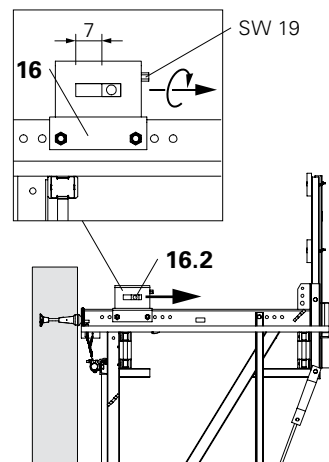
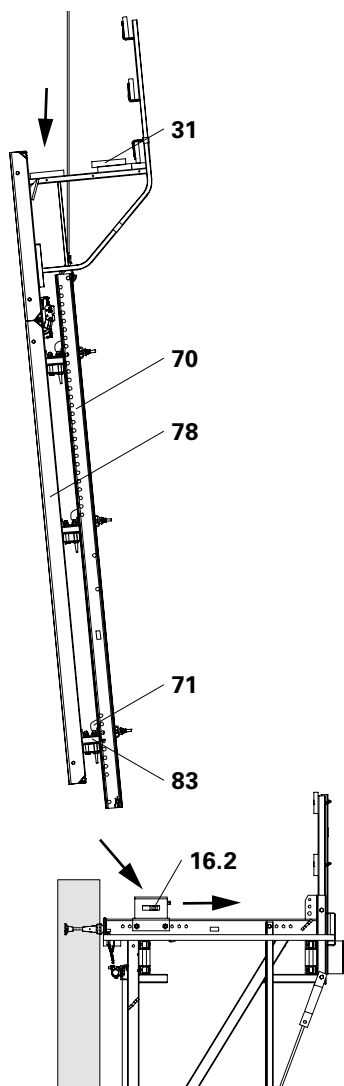

Fig. B2.28a
Fig. B2.28b
1. Arretrare la slitta (16.2) del dispositivo di posizionamento CB (16), Ch 19. (Fig. B2.28a)
2. Aprire l'impalcato della piattaforma di getto (31) sopra al corrente verticale. Assicurare eventuali componenti non fissati.
3. Agganciare la cassaforma (78) completa di piattaforma di getto al corrente verticale CB (70) e sollevare sopra alla piattaforma. (Fig. B2.28b)